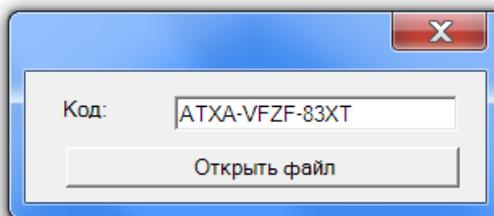

Рис. 1.7. Окно с уникальным кодом запроса «Арос-Сервер»
3. Откроется окно, содержащее уникальный код запроса (рис. 1.7):